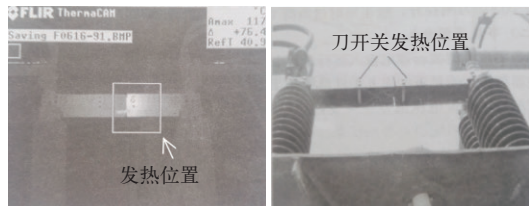

图1 低压侧刀开关处发热
1) 2005年7月~2007年7月，某500 kV换流站直流场公共部分低压侧刀开关处发热，温度达117℃，导致直流双极停运达4次，如图1所示。